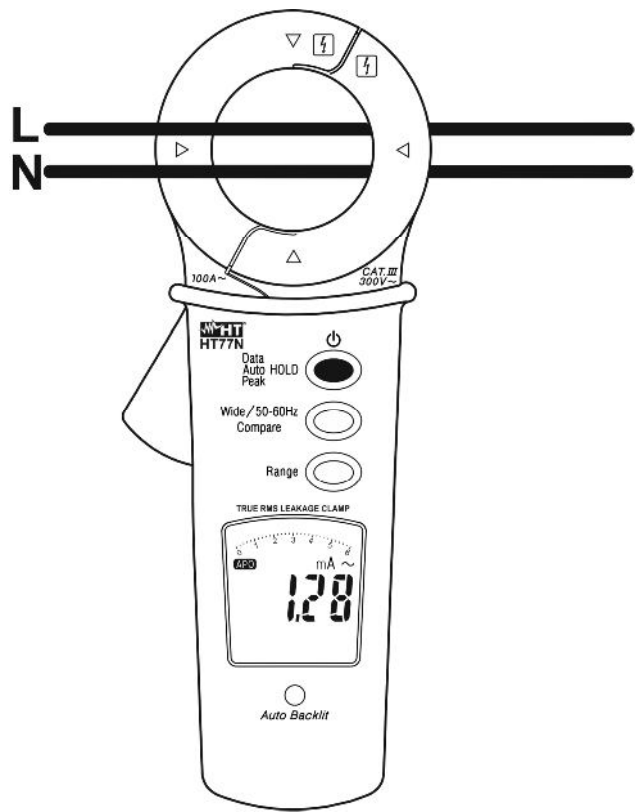

Fig. 3: Uso de la pinza para medida de corriente CA
3. Abra el maxilar e inserte el cable en el centro (vea Fig. 3) del mismo. El valor de la corriente se mostrará en el visualizador